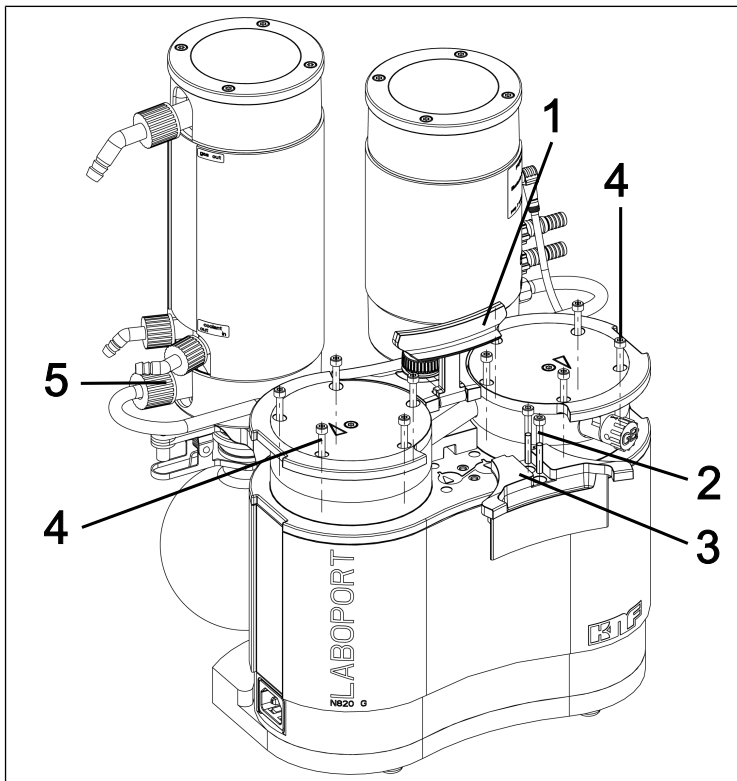

Fig.25: Smontaggio della copertura impugnatura
4. Allentare il dado a risvolto del collegamento tubo flessibile (5/Fig. 25) dal componente del sistema per vuoto.
5. Portare l'impugnatura (1/Fig. 25) in posizione verticale.
6. Allentare le due viti (2/Fig. 25) della copertura impugnatura (3/Fig. 25).
7. Rimuovere la copertura impugnatura (3/Fig. 25).
8. Allentare le 10 viti con testa esterne (4/Fig. 25) su entrambe le teste della pompa.
9. Prelevare le 10 viti con testa esterne (4/Fig. 25) da entrambe le teste della pompa.
1. Contrassegnare la piastra di spinta (2), il coperchio testa (3) e la piastra intermedia (6) con un tratto a matita continuo. In tale modo si preverrà un successivo montaggio errato delle parti.
2. Prelevare le viti esterne (4/ Fig. 25) dalle teste della pompa.
9. Introdurre le 10 viti con testa esterne (4/Fig. 25) nella testa della pompa e serrarle in sequenza incrociata (coppia di serraggio: SC820G: 4 Nm; SC840G: 5 Nm)
i Qualora le viti esterne (4/Fig. 25) non si possano introdurre nella testa della pompa, allentare la vite con testa interna (1) e verificare che il coperchio testa (3) sia correttamente posizionato sulla piastra intermedia (6).
11. Serrare manualmente il dado a risvolto del collegamento tubo flessibile (5/Fig. 25) sul condensatore (2/Fig. 3).
1. Montare la copertura impugnatura (**3**/Fig. 25).
2. Serrare le viti (**2**/Fig. 25) della copertura impugnatura (**3**/Fig. 25) (coppia di serraggio: 2 Nm).